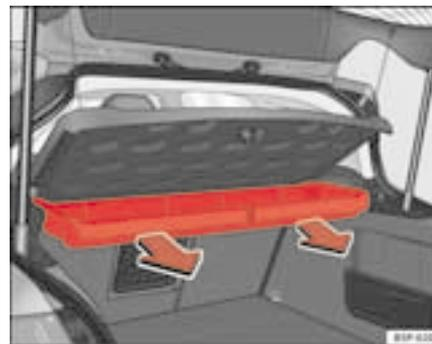

Fig. 120 Desmontagem da caixa porta-objects
- Puxe até desencaixar a caixa dos eixos de rotação ⇒ fig. 120.